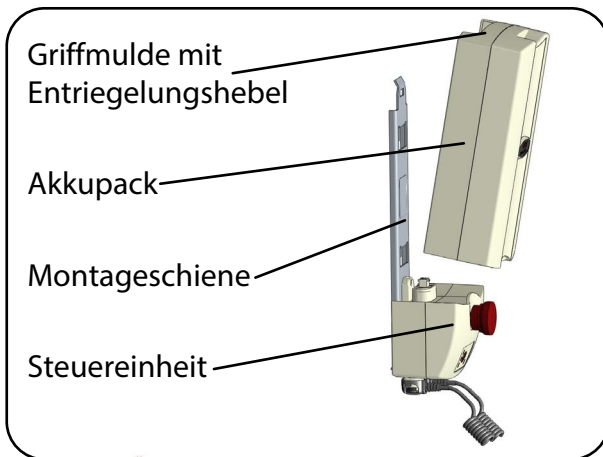
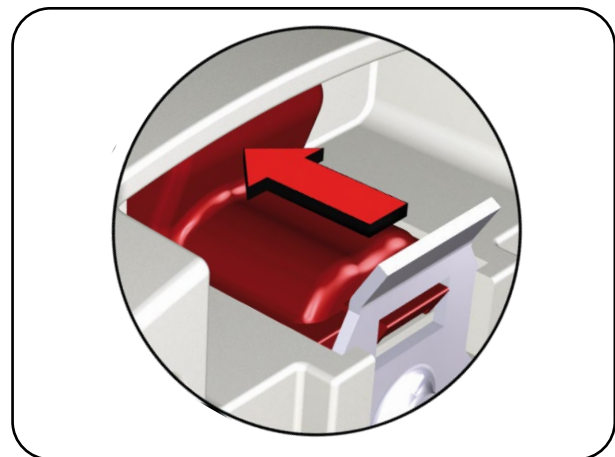
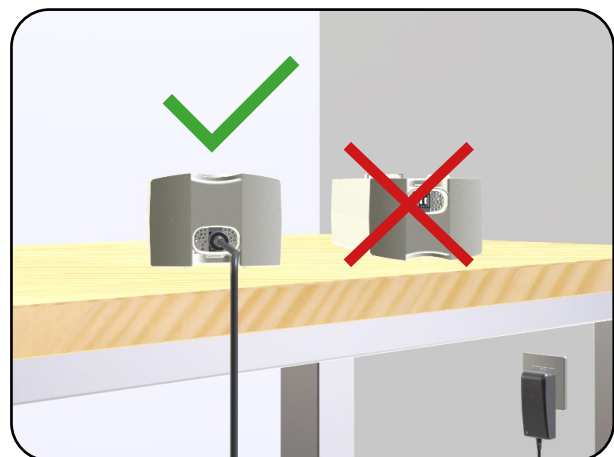

Abb. 8.7.01 – Akkupack abnehmen
Abb. 8.7.02 – Entriegelungshebel am Akkupack
Abb. 8.7.08 – Akkupack während des Ladevorganges
2. Greifen Sie von oben in die Griffmulde am Akkupack und drücken Sie mit den Fingern auf den Entriegelungshebel (Abb. 8.7.01 und Abb. 8.7.02).
3. Ziehen Sie gleichzeitig das Akkupack nach oben aus der Halterung (Abb. 8.7.01).
2. Greifen Sie von oben in die Griffmulde am Akkupack (Abb. 8.7.01).
**Das Akkupack darf während des Ladevorganges nicht auf der Vorderseite oder auf dem Kopf liegen (Abb. 8.7.08).**
2. Trennen Sie das Akkupack von der Steuereinheit (Abb. 8.7.01 und Abb. 8.7.02) und legen Sie es mit der Unterseite auf eine feste Unterlage (Abb. 8.7.08).